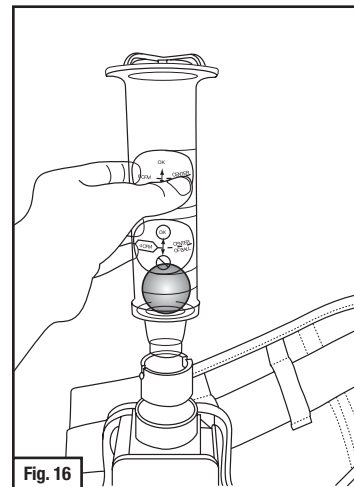
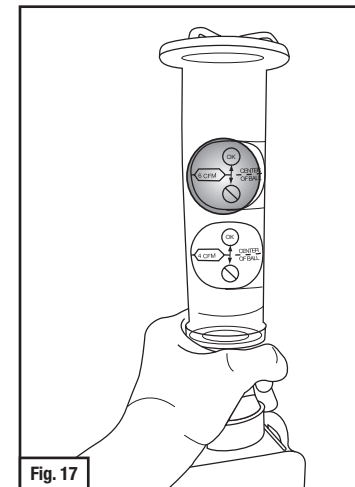

Fig. 16
Fig. 17
- c. V-199: Introduzca en el extremo del adaptador (Fig. 16) y sostenga verticalmente con el pulgar e índice para cubrir las dos ranuras de seguro de los tubos de respiración en el conector (Fig. 17).
8. Para careta de ajuste holgado: La pelota debe estar ubicada en o arriba del círculo de prueba superior (6 cfm) de flujo del casco o capucha (Fig. 17).